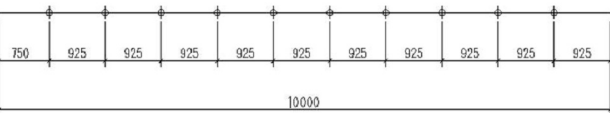

图 4.127 插入点
绘制图 4.127 所示图形, 练习点样式设定及【定距插点】命令。
(1) 执行【格式】|【点样式】命令, 按图 4.127 所示选择点样式, 并将点大小设定为 100 绝对单位。
(2) 绘制长度为 10000mm 的直线。
(3) 用【定距插点】命令插入点。